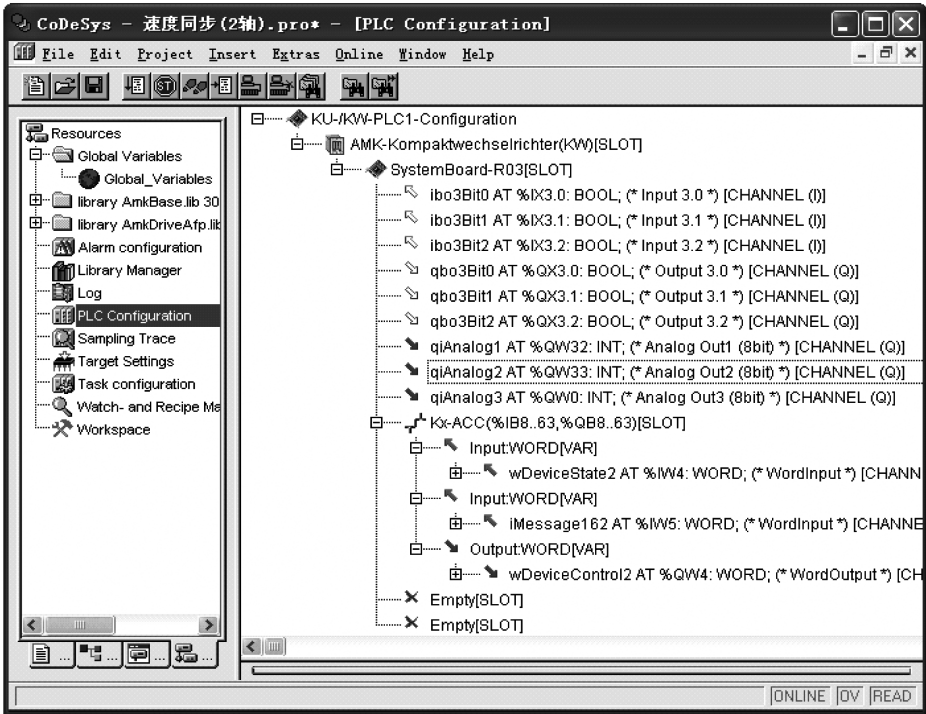

图 5-18 “PLC Configuration”中配置从轴电机的控制字和状态字（二）
12) 在“PLC Configuration”中配置从轴电动机的控制字和状态字，如图 5-18 所示。需要注意的是，这里的%IW4、%IW5 及%QW4 需要与 AipexPro 软件中的 Messages 定义相一致，如图 5-19 所示。具体操作参考第 4 章相关部分。